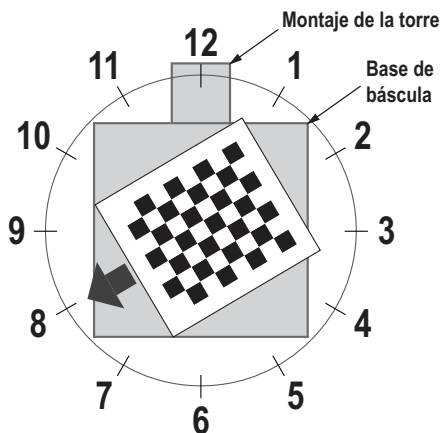

Figura 5-14. Gire a las 8 en punto
- Alinee el objeto de calibración de modo que las cruces estén centradas. Gire el objeto de calibración a las 8 en punto con el conjunto de la torre a las 12 en punto. (Figura 5-14).